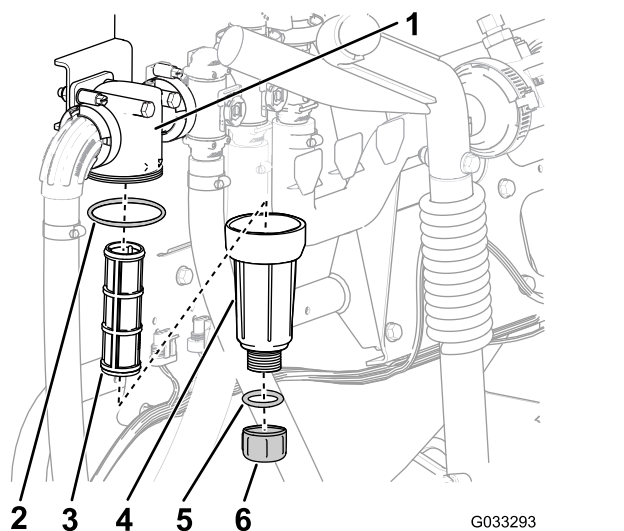

Figura 60
- Posicione uma bandeja de drenagem embaixo do filtro de pressão (Figura 60).
3. Gire o bujão de drenagem no sentido anti-horário e remova-o do copo do filtro de pressão (Figura 60).
4. Gire o copo no sentido anti-horário e remova da cabeça do filtro (Figura 60).
5. Remova o elemento do filtro de pressão antigo (Figura 60).
6. Verifique o anel "O-ring" do bujão de drenagem (localizado dentro do copo) e o anel "O-ring" do copo (localizado dentro da cabeça do filtro) quanto a danos e desgaste (Figura 60).
7. Instale o novo elemento do filtro de pressão na cabeça do filtro (Figura 60).
8. Instale o copo na cabeça do filtro e aperte manualmente (Figura 60).
9. Instale o plugue no copo e aperte manualmente (Figura 60).